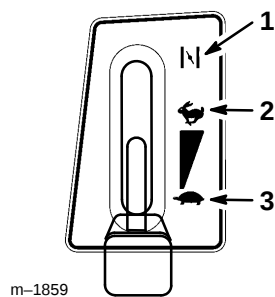

Abbildung 9
5. Den Gashebel auf "CHOKE" stellen (Abb. 9).
7. Sobald der Motor angesprungen ist, den Gashebel langsam auf "FAST" schieben (Abb. 9). Wenn der Motor aussetzt oder unregelmäßig läuft, den Gashebel für ein paar Sekunden zurück auf "CHOKE" stellen. Dann den Hebel wieder auf "FAST" schieben. Diesen Vorgang nach Bedarf wiederholen.
1. Den Gashebel auf "SLOW" (langsam) stellen (Abb. 9).